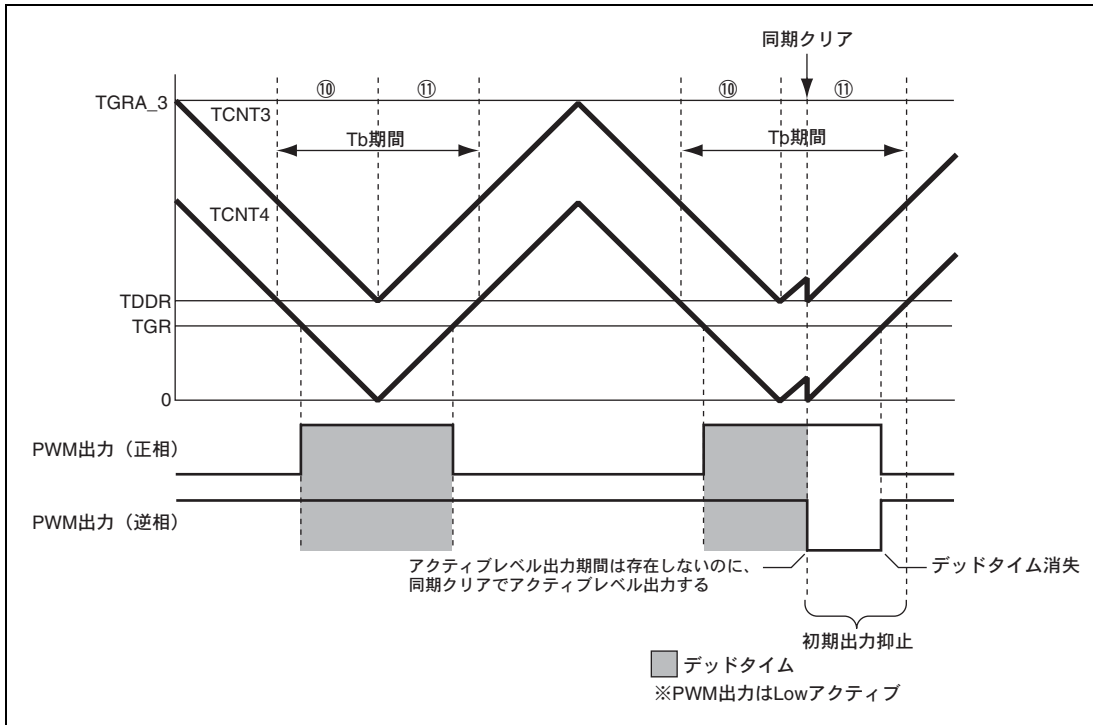

図 11.138 条件 (2) の同期クリア例
条件 (2) : 初期出力の抑止期間⑩、⑪にて、 $TGRB_3 \leq TDDR$ 、 $TGRA_4 \leq TDDR$ 、 $TGRB_4 \leq TDDR$ のいずれかが成立する状態で同期クリアする (図 11.138)。